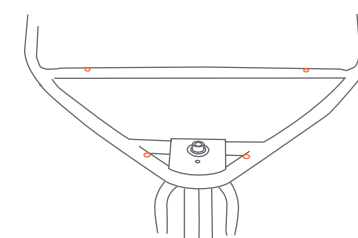

Fig. 5b
• Ces tubes doivent être alignés avec les trous du cadre avant (Fig. 5b).